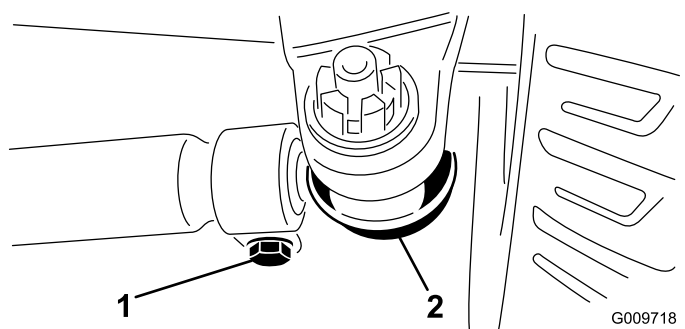

図 49
2. 調整が必要な場合は、タイロッドのボールジョイントのコッターピンとナットを外す 図 49。次に、タイロッドのボールジョイントをアクスルケースのサポートから外す。
3. タイロッド両側のクランプをゆるめる 図 49。